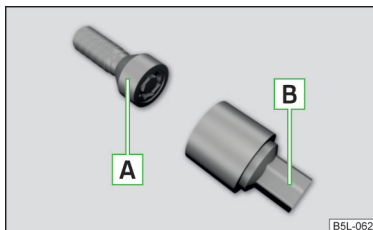

Fig. 246
Șuruburile de roată antifurt protejează roțile față de un furt. Acestea pot fi **slăbite/strânse** exclusiv cu adaptorul **B** » **fig. 246**.
- › Introduceți cheia de roți pe șurub până la capăt. Pentru șuruburile de roată antifurt folosiți adaptorul corespunzător » fig. 246 la pagina 220.